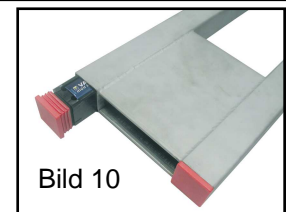

Bild 10
Zum Wechseln des Batterieblocks (4) die Abschlusskappe (8) an dem Seitenholm mit dem Signalknopf abnehmen. Dazu vorsichtig eine 6 mm Ø Stange vom Handgriff Richtung Abschlusskappe mit einem Kunststoffhammer einklopfen. Achten Sie darauf, keine Kabel zu beschädigen (Bild 9). Sobald die Abschlusskappe mit dem Batteriegehäuse aus dem Seitenholm (2) herausragt (Bild 10), verbrauchte Batterie aus dem Gehäuse nehmen und austauschen. Achtung: Batteriegehäuse nicht komplett herausnehmen. Nach dem Wechsel das Batteriegehäuse wieder in den Seitenholm (2) stecken und mit der Abschlusskappe (8) verschließen. Bei Bedarf mit dem Hammer einklopfen. Alte Batterie in den Recyclingstellen abgeben.